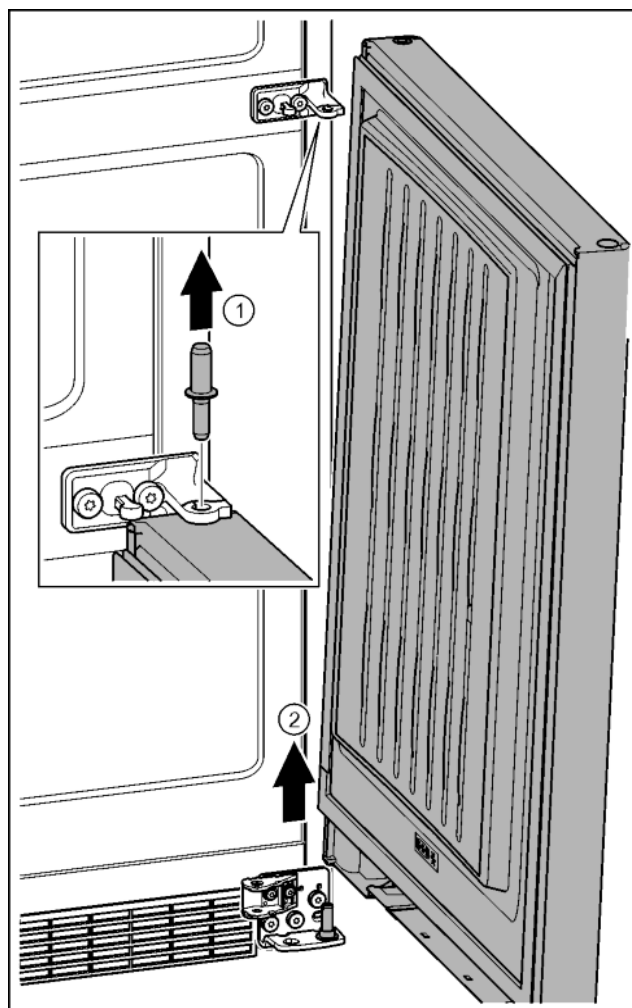

Fig. 25
- ▶ Sworznie wyjąć w górę. *Fig. 25 (1)*
- ▶ Drzwi wyjąć pociągając w górę, a następnie odstawić z boku. *Fig. 25 (2)*